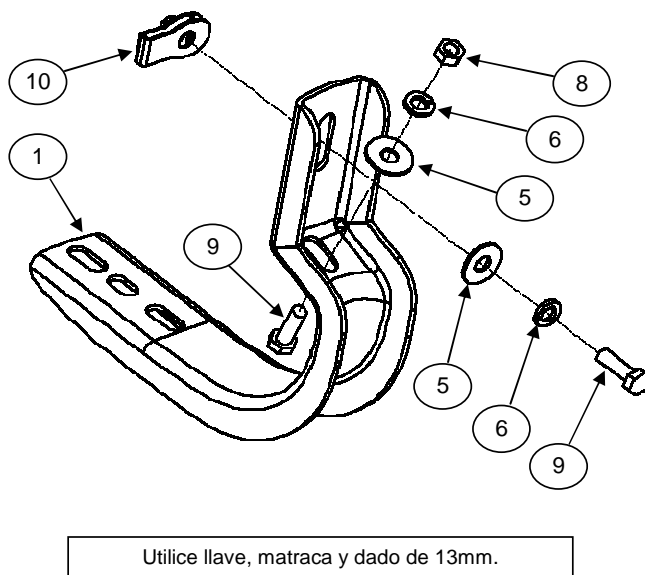

ILUSTRACIÓN 3
6. Si adquirió Running board widesider 5" & 6", inserte el tornillo cab. cuadrada 5/16" sobre el riel, colóquelo sobre los brackets, alinee y fije con: rondanas planas y de presión 5/16". **VER ILUSTRACIÓN 3.** Repita para el lado contrario. No apriete aún.